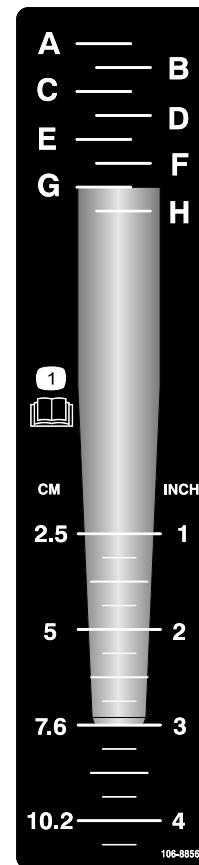

图 23
1. 如图 23 所示将需要进行调节的打孔针放在深度标贴上同时将针尖与所需的打孔深度对齐。
2. 确定与打孔针安装端对齐的字母设定值图 23。将深度控制器调整到标贴上相应的字母。